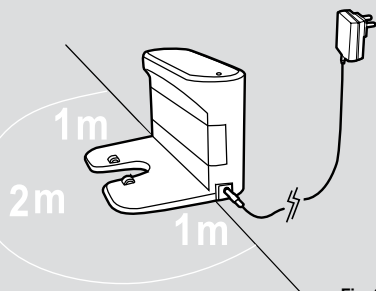

Fig. 2
Enchufe el adaptador de corriente y conéctelo a la estación de carga. [Fig. 2]
3. No debería haber ningún objeto en el área cercana a la Estación base de carga en 2m por delante y 1m. a cada lado. [Fig. 2]